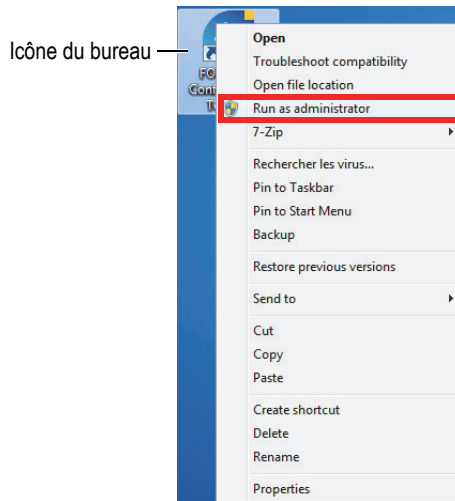

Figure 5-1 Ouverture de l'outil de configuration
- ◆ Sur le bureau, faites un clic droit sur l'icône de l'outil de configuration, et puis cliquez sur **Run as administrator** > **Yes** (Lancer en mode Administrateur > Oui) [voir la Figure 5-1 à la page 24].